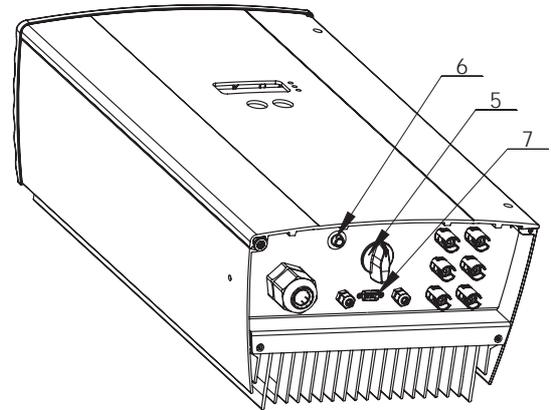

Abbildung 4.6: **Unterseite des Powador**
Um den Wechselrichter vom Photovoltaikgenerator zu trennen, drehen Sie den internen DC-Trennschalter an der Unterseite des Wechselrichters von der Position EIN (1) auf die Position AUS (0) (Abbildung 4.6).
<p>Drücken Sie hierzu den Taster „Nachtstart“ (Abbildung 4.6 - (6)) an der Unterseite des Gerätes für ca. 5 Sekunden, bis eine Anzeige im Display erscheint.</p>
Über eine galvanisch getrennte serielle Schnittstelle (siehe Abbildung 4.6 - (7)) können Betriebsdaten an einen Rechner (z. B. Notebook) übertragen werden und mit herkömmlichen Tabellenkalkulationsprogrammen individuell weiter bearbeitet werden.